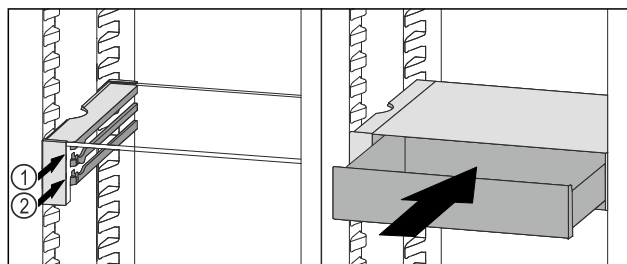

Fig. 131
- Vendosni sirtarin VarioSafe prapa ndaluesve në brinjën që dëshironi Fig. 131 (1) ose Fig. 131 (2).